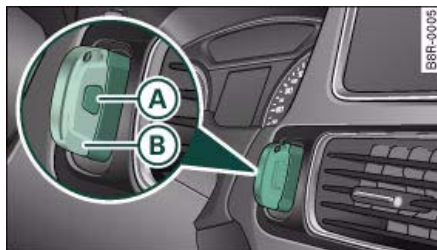

Fig. 20 Contacto con llave
- Pulse la tecla de desbloqueo (A) ⇒ fig. 20 y extraiga la llave de emergencia (B) de la llave de control remoto.